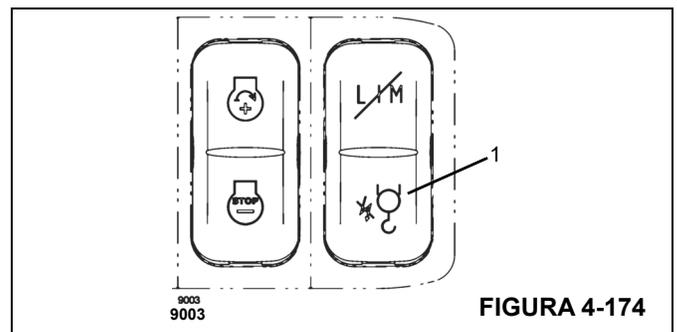

FIGURA 4-174
Presione y mantenga presionado el botón (1), (Figura 4-174) – la corona de giro se desbloquea. La velocidad se reducirá en un 10 %.